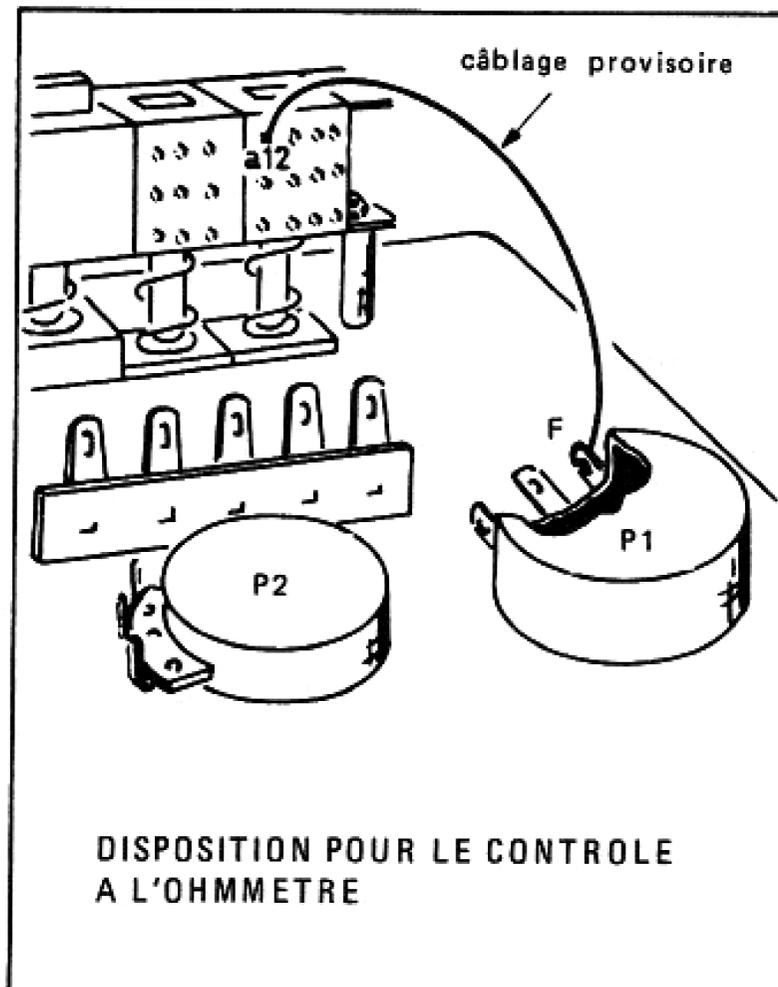

Figure 1
**SOUDEZ** sur les deux points (figure 1).
**VOUS DEVEZ** par contre, **DESSOUDER** le fil provisoire de la languette F de P1 (figure 1) et le **SOUDER** sur le contact A3.